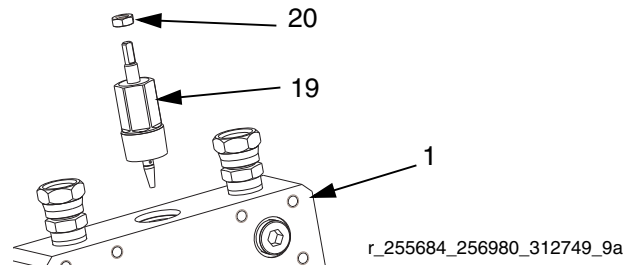

**ABB. 6**
- Tragen Sie blauen Schraubensicherungslack auf das äußere Gewinde der Patronen (11) auf und bauen Sie diese in den Verteiler ein, wobei die Spindel komplett gegen den Uhrzeigersinn herausgeschraubt wird. Setzen Sie einen Schraubenschlüssel auf die Patronenflächen an und ziehen Sie diese mit einem Drehmoment von 170 N•m (125 ft-lbs) an. Siehe ABB. 6 auf Seite 18.
- Bringen Sie den Griff (CH) und die Hutschraube (CN) auf der Patrone so an, dass die Griffe gegeneinander gerichtet sind, wenn sie geschlossen sind.